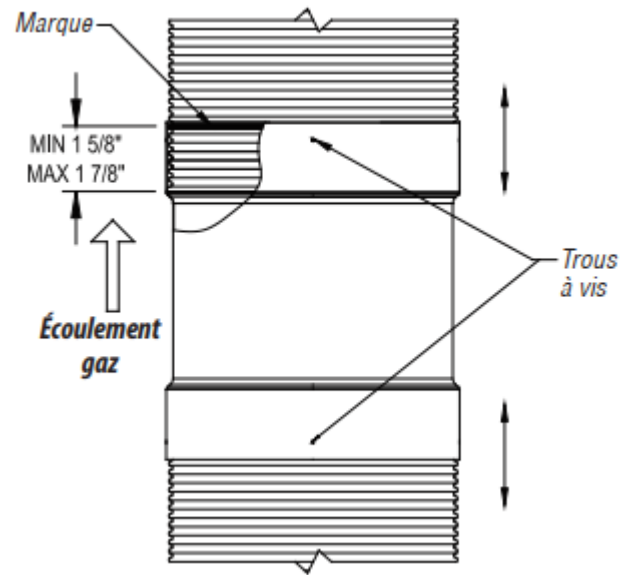

Figure 17 – Test d'essai à sec du DuraSeal Flexible
1.2. Pour vous assurer que tout est étanche à l'air avant de mettre le mastic entre les deux tubes, effectuez un test à sec en poussant la paroi dans l'adaptateur jusqu'à ce qu'elle atteigne le bas du formage entre la paroi intérieure et la paroi extérieure, puis retirez-la (Figure 17).